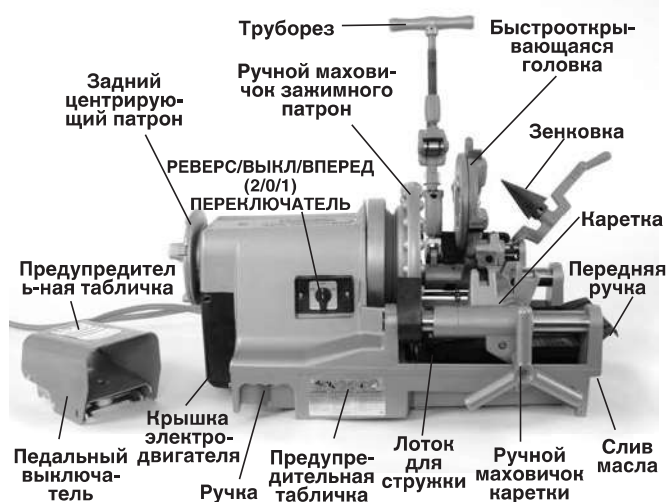

Рис. 1 – Резьбонарезной станок модели 300 Compact
- Наличие и разборчивость предупреждающих наклеек (Рис. 1 и 2).